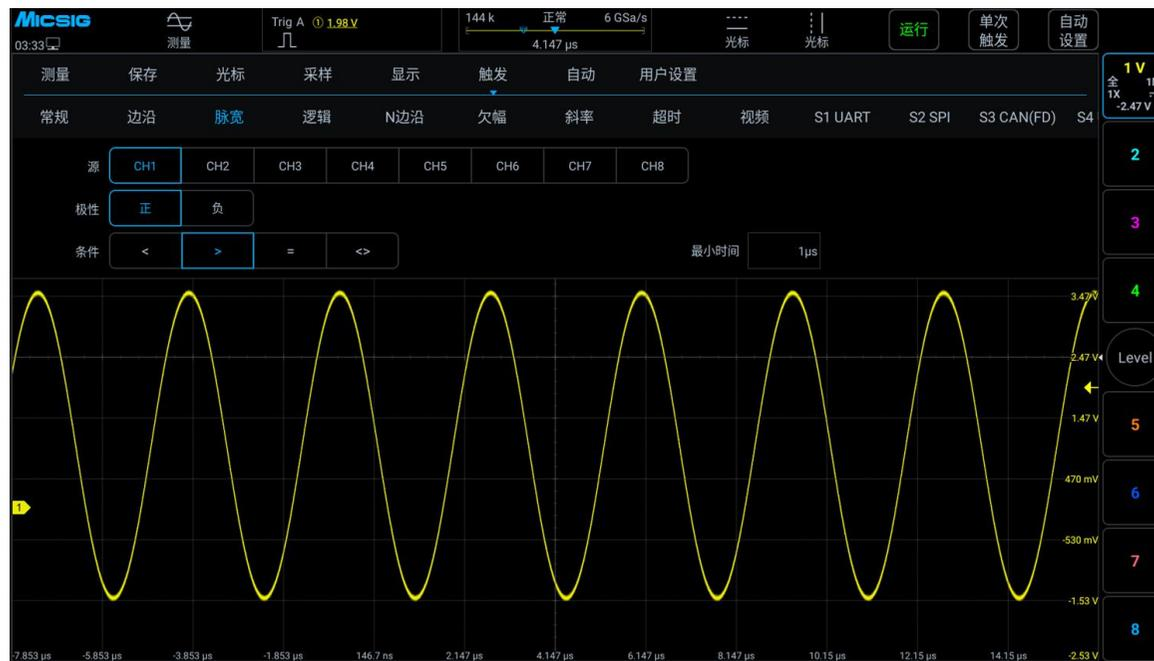

图 6-14 脉冲宽度触发设置菜单
- 1) 打开触发菜单，轻点“触发”打开触发菜单，在触发类型中选择脉宽触发，对脉宽触发进行如下设置，见图6-14：